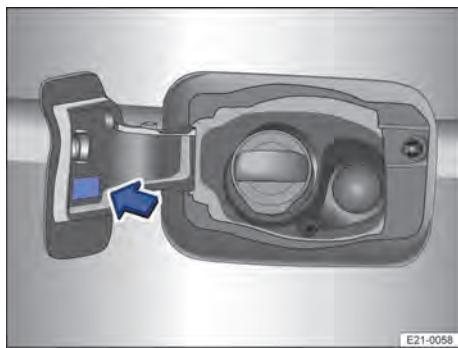

Fig. 167 Sur la face intérieure de la trappe à carburant : étiquette d'identification du carburant (schéma de principe)
est apposée en usine sur la face intérieure de la trappe à carburant → fig. 167.
- Sur l'étiquette d'identification du carburant apposée dans la trappe à carburant du véhicule → fig. 167.